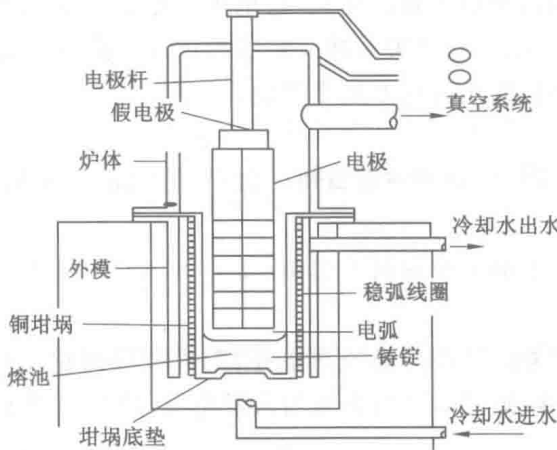

图 2-2 真空自耗电极电弧炉结构
(1) 电弧炉炼钢的优点
① 由于电弧炉温度高,加热能力很强,所以钢液温度能提得较高,适宜熔炼、浇注各种铸件,特别是结构复杂的铸件和薄壁铸件。
② 由于不用燃料燃烧的方法产生热量,所以能够人为地控制炉气的成分。在还原性炉气的条件下可以还原炉渣,进行比较彻底的脱氧,有效清除钢液中的非金属夹杂。在还原渣条件下可以有效地脱硫,所以适合熔炼合金钢。生产中常用三相电弧炉来熔炼铸钢,如图 2-2 所示。三相电弧炉的温度容易控制,熔炼质量好,速度快,操作较方便。它既可以用来熔炼碳钢,又可熔炼合金钢。